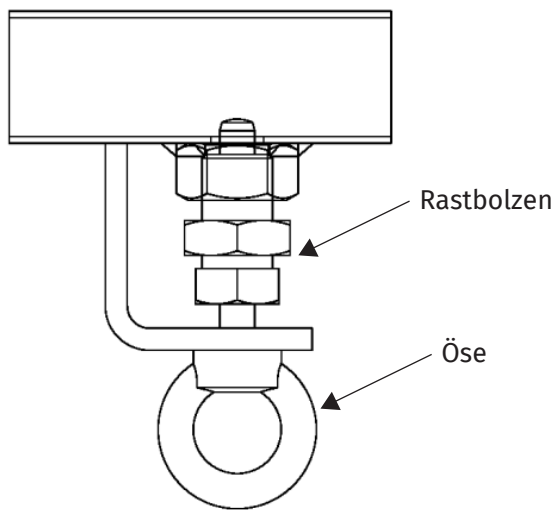

Abbildung 6
Zum Einstellen des Wandabstands über 1,70m ziehen Sie die Teleskopstange (3) der Seitenteile bis auf das entsprechende Maß heraus und markieren Sie die Stelle, an der die Feststellschraube sitzt. Anschließend bohren Sie ein Loch in die Teleskopstangen, um diese richtig zu befestigen. Verschrauben Sie im Anschluss den (höhenverstellbaren) Korbadapter (4). Verwenden Sie hierzu die M16 Sechskantschrauben gemäß der Abbildung 4. Achten Sie auch hierbei wieder darauf die Diagonalstrebe (Detailansicht B) an der zweiten Seitenkonstruktion mitzuverschrauben. Bei bereits vorhandenem Basketballbrett empfiehlt es sich vor dem Anbringen des Korbadapters, die Anbringung des Basketballbrettes an den Korbadapter. Um die Basketballanlage in Position zu bringen, ist das Gerüst mit der Schwenkstange in die Spielstellung zu führen. Hierbei rastet der Rastbolzen selbstständig ein. Um die Basketballanlage wieder in die Ruheposition zu bringen, fädeln Sie mit der Schwenkstange wieder in der Öse ein und drehen Sie diese um 90° (Abb. 6). Dadurch wird der Rastbolzen gelöst und das Gerüst ist schwenkbar. Führen Sie es in die Ruheposition und drehen Sie die Lasche wieder zurück. Eine Arretierung erfolgt in der Wandlage nicht.